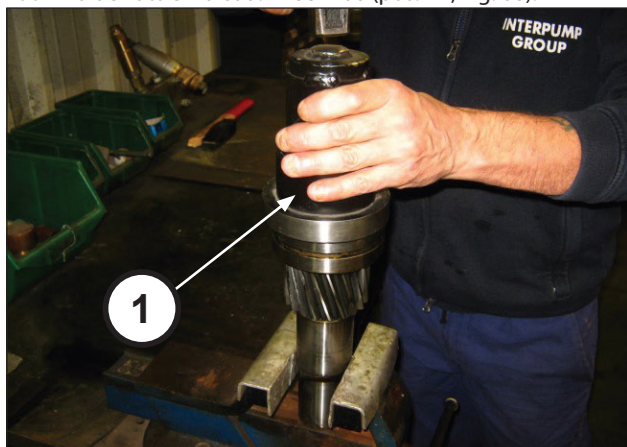

Fig. 68
Montare il cuscinetto 65x120x31 sul pignone mediante l'utilizzo dell'attrezzo cod. 27887100 (pos. ①, Fig. 68).